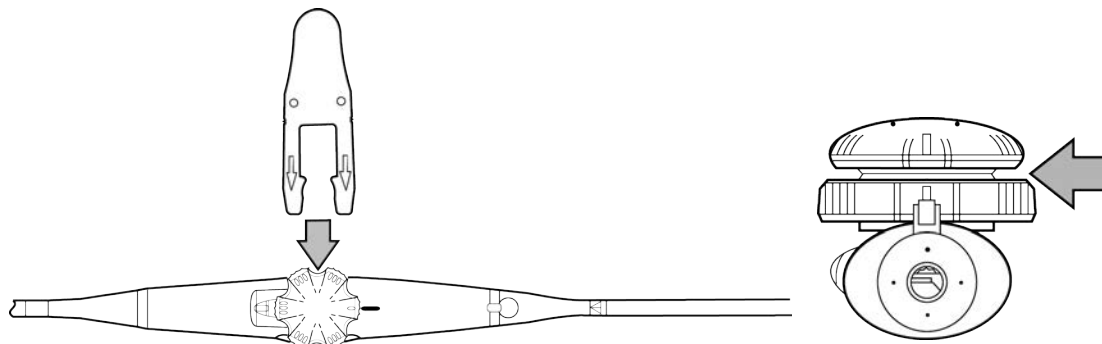

Figura 17 Inserimento dello strumento per test di foratura
- 1 Inserire lo strumento per test di foratura al di sotto del controller del piano di scansione come illustrato nella **Figura 17**. Lo strumento per test di foratura è compreso con il trasduttore TEExi.